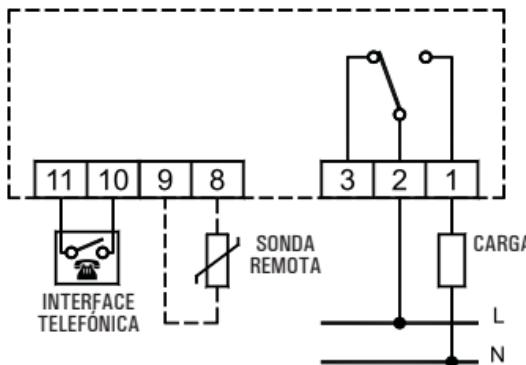

Fig. 3
- Execute as conexões eléctricas seguindo o esquema de conexão da Fig. 3.